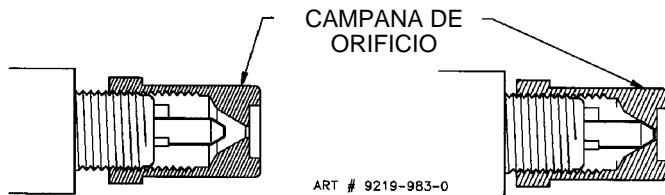

FIGURA 9A
- Destornille las campanas de orificio de los quemadores para sacarlas de los pasadores. (Vea la figura 9A.) 1 1/2 a 2 vueltas aproximadamente.